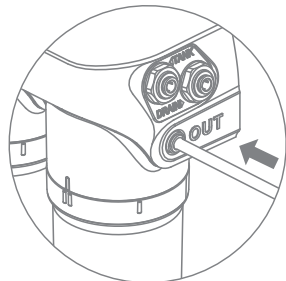
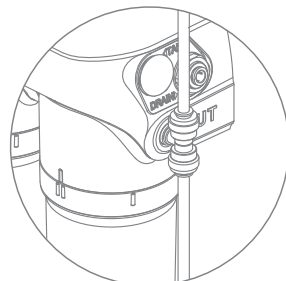

Рис. 22
Рис. 23
5. Вставьте до упора свободный конец синей трубки в гнездо «OUT» на скобе фильтра (рис. 22). В фильтре Престиж Смарт Антибор свободный конец синей трубки подключается в фитинг-тройник 1/4" (рис. 23).
Вставьте до упора свободный конец трубки синего цвета в скобу фильтра с надписью «TANK». В фильтре Престиж Смарт Антибор свободный конец синей трубки подключается в фитинг-тройник 1/4" (рис. 12)/(рис. 23).